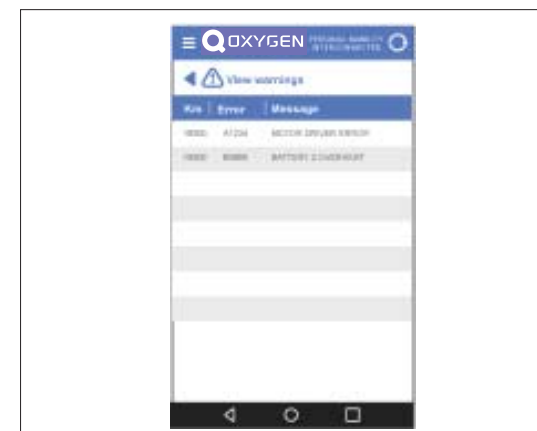

fig. 13
- visualizar los errores detectados por el sistema fig. 13;